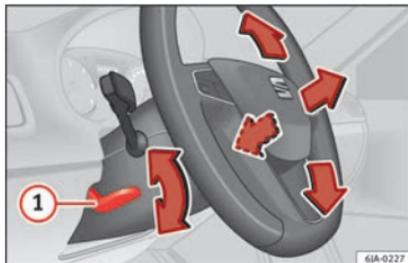

Abb. 14 Hebel auf der linken unteren Seite der Lenksäule.
Lenkradposition einstellen: Ziehen Sie den Hebel » » **Abb. 14** ① nach unten, bringen Sie das Lenkrad in die gewünschte Position und schieben Sie den Hebel wieder nach oben, bis er seine Verriegelungsposition erreicht.